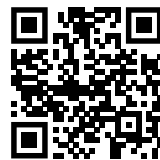

Fig. 151
- ▶ Ανοίξτε το Liebherr SmartMonitoring Dashboard. (βλέπε Fig. 151)